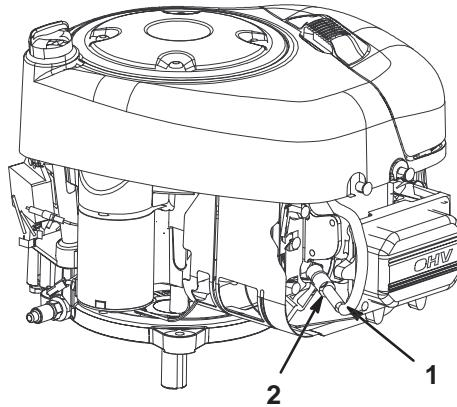

Bild 23
6. Fassen Sie über dem linken Hinterrad unter das Chassis und ziehen Sie das Kabel von der Zündkerze ab (Bild 23).
- Stecken Sie den Zündkerzenstecker wieder auf die Zündkerze auf (Bild 23).